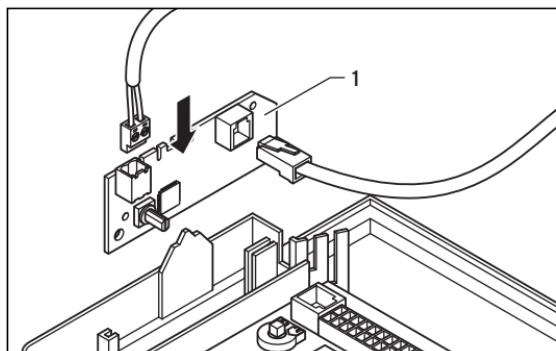

Fig. 4.2 Montar a placa do acoplador bus
- Insira a placa (1) com o clipe no entalhe (2) da caixa de distribuição.
- Conecte o cabo bus (3) ao borne de conexão fornecido em conjunto (4).
- Encaixe o borne de conexão (4) do cabo bus na posição de encaixe (5) na placa do acoplador bus.
- Monte a placa do acoplador bus na caixa de distribuição de acordo com a Fig. 4.2.